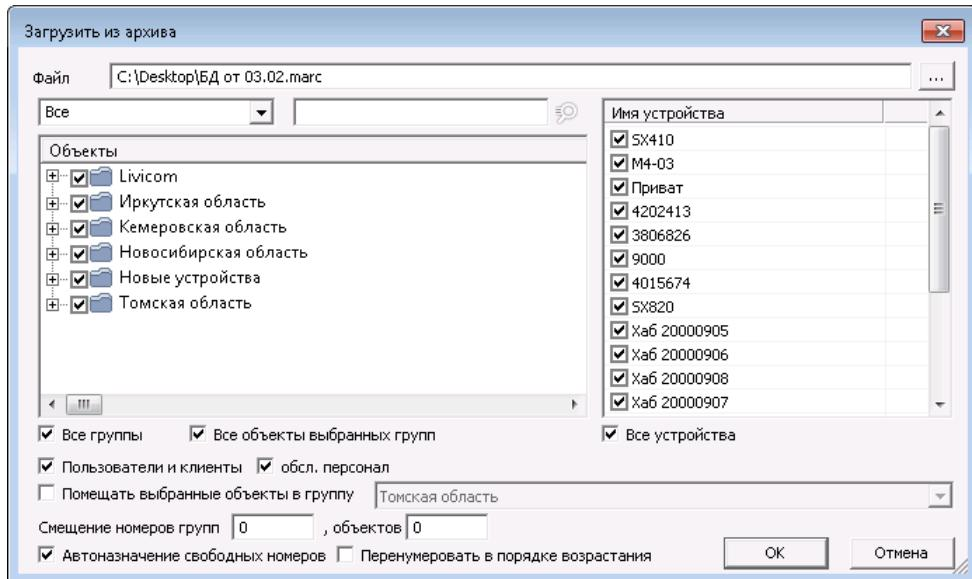

Рисунок 9.16 — Окно Загрузить из архива
- В открывшемся окне *Загрузить из архива* (см. рисунок 9.16) нажмите кнопку